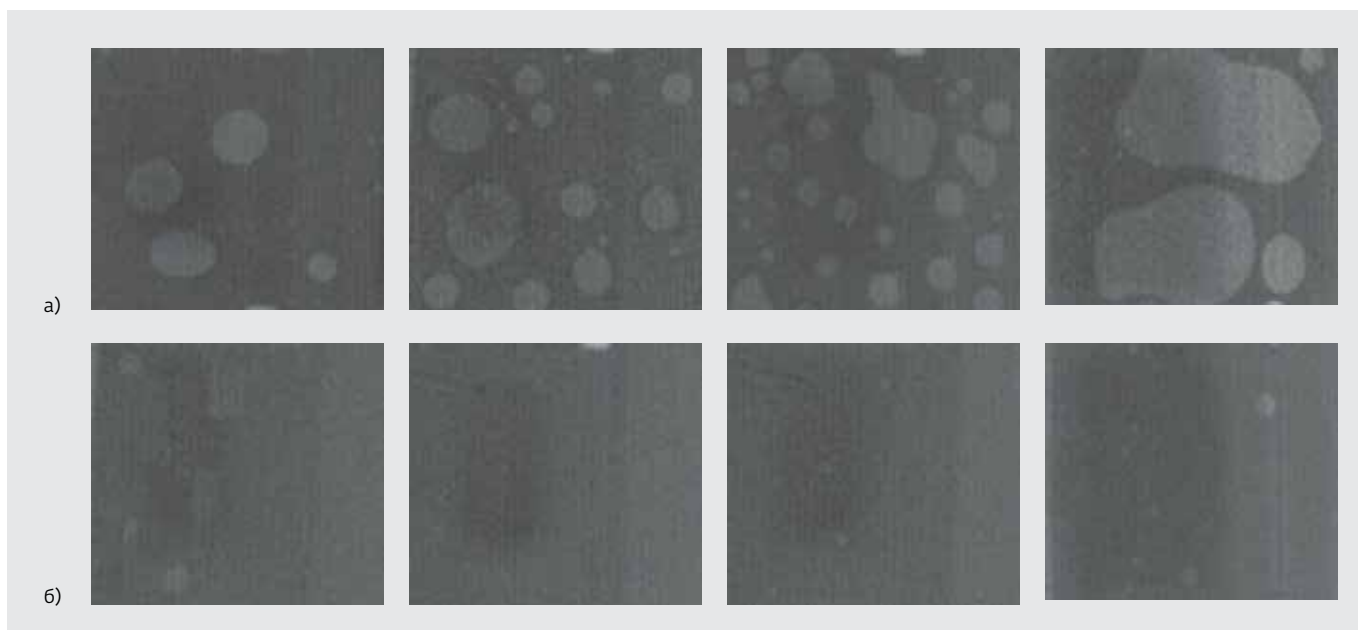

Рис.1. Результаты применения разных типов паяльных паст: рентгенограммы соединений, полученных без вакуумной пайки (а), с применением вакуумной пайки (б)
- применение разных типов паяльных паст (рис.1). Тип паяльной пасты в небольших пределах влияет на количество пустот;